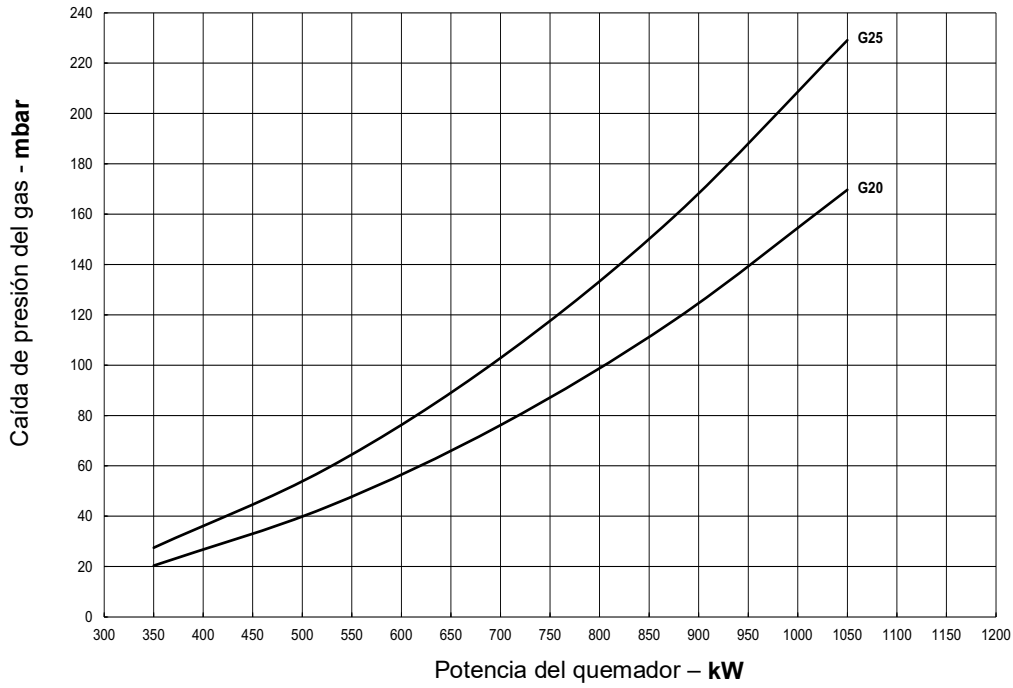
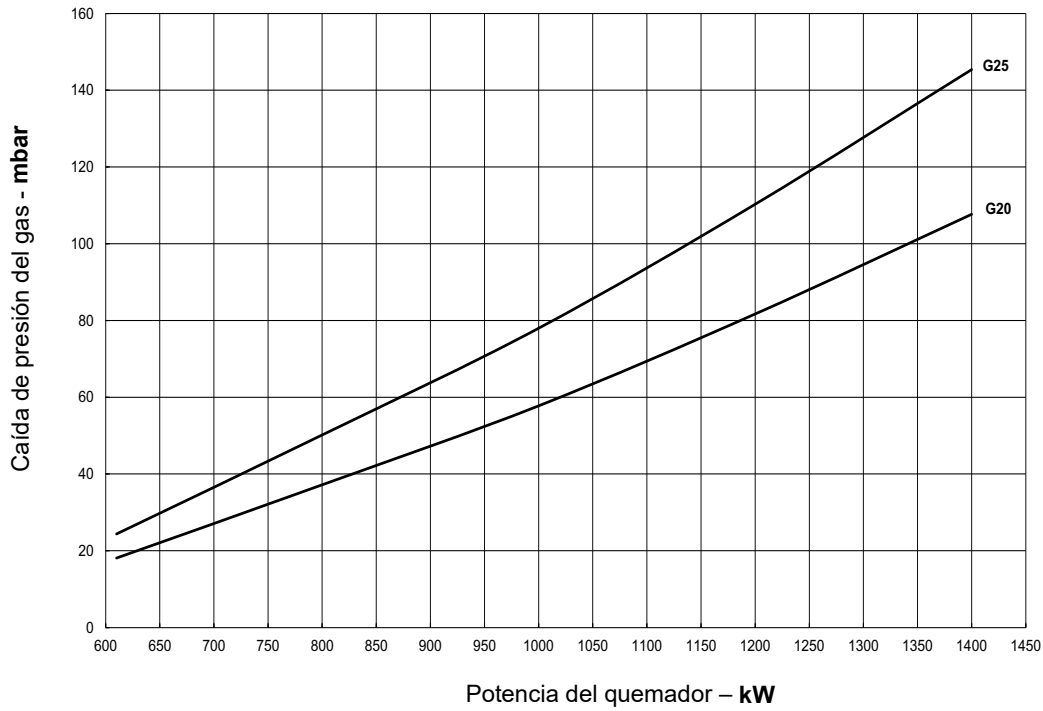
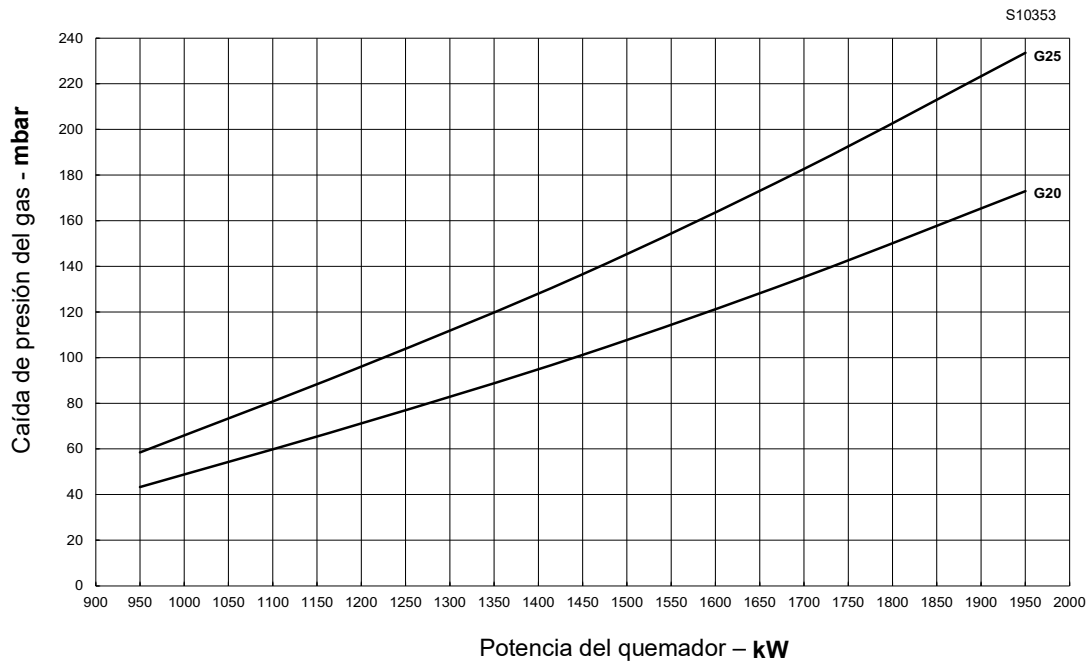
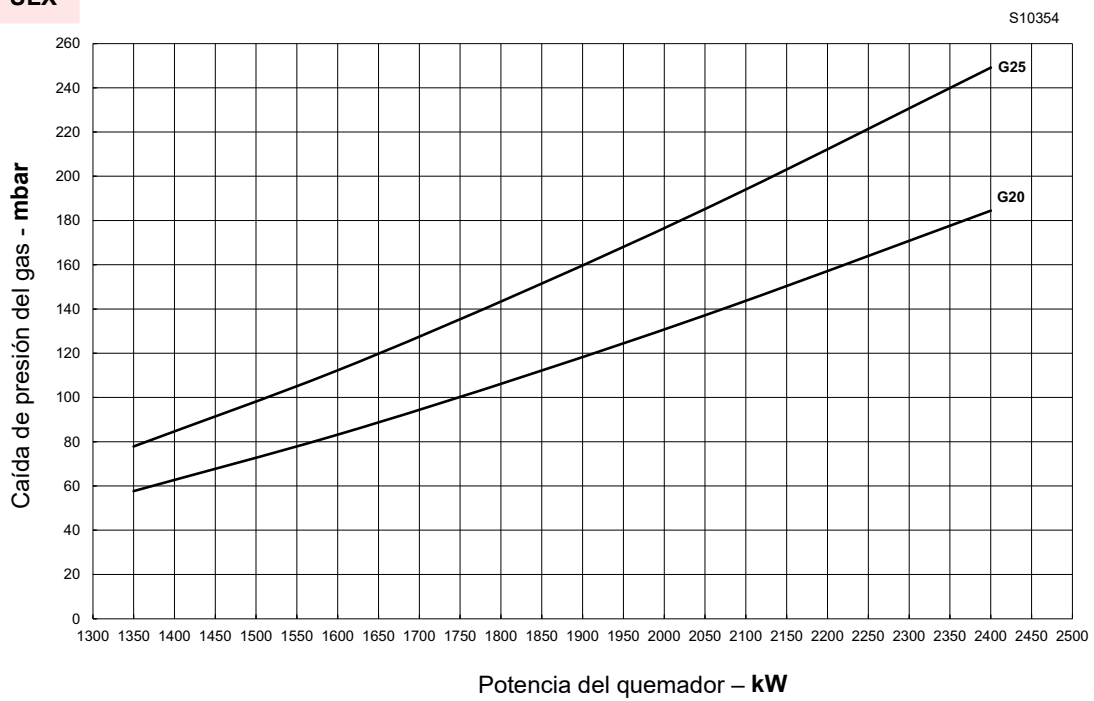

Fig. 26
Fig. 27
Fig. 28
Fig. 29
- Introducir el valor en mbar (Fig. 26, Fig. 27, Fig. 28 y Fig. 29) y leer la potencia correspondiente en la línea.
- encontrar el valor de potencia más cercano (Fig. 26, Fig. 27, Fig. 28 y Fig. 29).